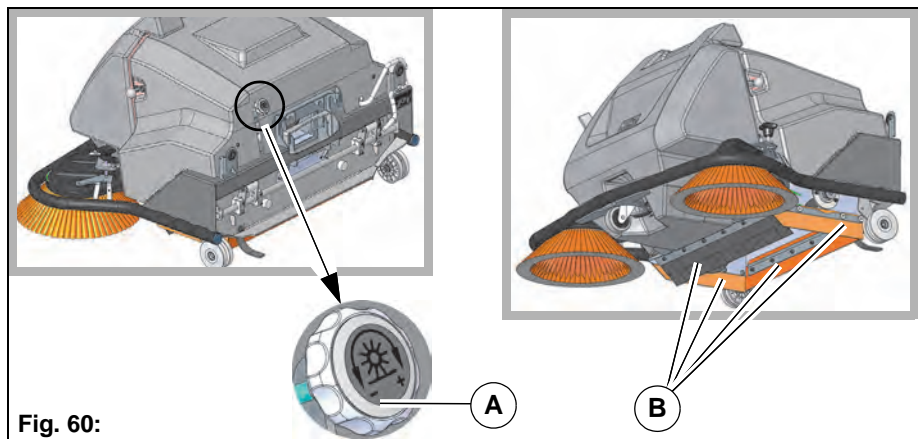

Fig. 60:
2. Drei på innstillingsrattet **Fig. 60-A** helt til feievalsen berører gulvet.
For at frontfeieren skal fungere bra er det absolutt nødvendig at tetningslistene befinner seg i en fullgod tilstand. Kontroller tetningslistene på feievalsrommet **Fig. 60-B** regelmessig for slitasje og skade.